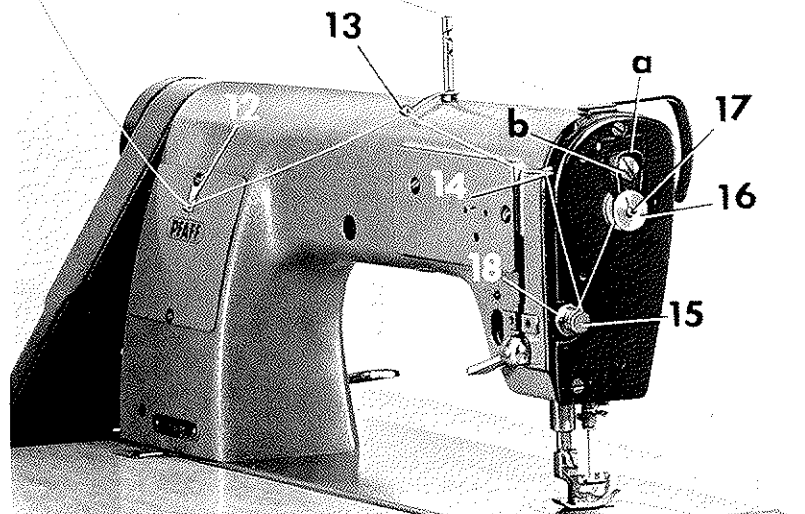

Fig. 5
Die Füllmenge der Spule kann nach Lösen der Befestigungsschraube b durch Verändern der Höheneinstellung des Schaltknockens a korrigiert werden. An der Rändelscheibe (18) wird durch Linksdrehen die Fadenspannung fester bzw. durch Rechtsdrehen loser (siehe Fig. 5).
Lead the thread from the spool down and through thread guides 12, 13 and 14 and clockwise around thread tension 15. Place bobbin 16 on spindle 17 and wind a few turns on it, again in a clockwise direction. The bobbin winder is engaged while the machine is running by depressing stop latch a. The amount of thread to be wound on the bobbin can be regulated by loosening screw b and setting cam a higher or lower, as may be required. The thread tension is regulated by turning thumb nut 18 clockwise for a tighter tension or counter-clockwise for a looser tension (Fig. 5).
Pour augmenter la prétension, tourner le disque moleté **18** vers la gauche; le tourner vers la droite pour réduire la tension du fil (fig. 5).
La cantidad de hilo que debe bobinarse puede regularse, después de aflojar el tornillo de fijación **b**, variando el ajuste vertical de la leva de mando **a**. Girando el disco moleteado (**18**) a la izquierda, la tensión del hilo aumenta; girándolo a la derecha, dicha tensión disminuye (véase fig. 5).
Girando il disco zigrinato (**18**), verso sinistra o verso destra, rispettivamente aumenta o diminuisce la tensione del filo (vedi fig. 5).